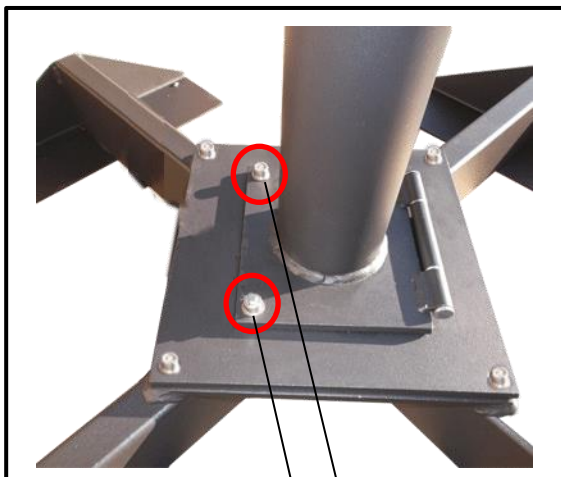

図.2
- ④ ベース (B) の上にある台座軸 (C) の2つのキャップネジ (a) を外します。(図.2)